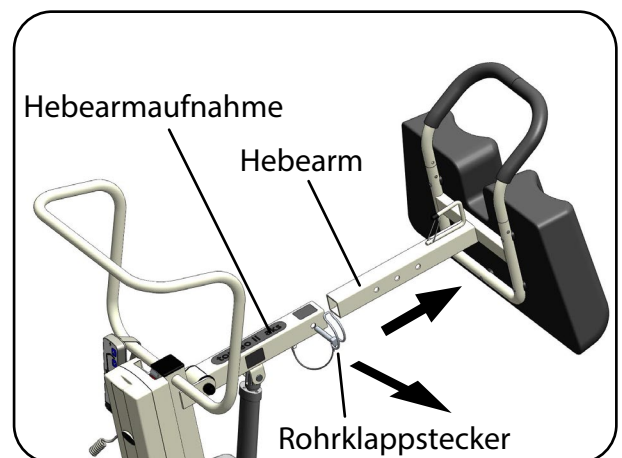

Abb.13.2.02 – Hebearm Demontage
4. Öffnen Sie den Rohrklappstecker der den Hebearm in der Hebearmaufnahme sichert und entfernen Sie den Hebearm (Abb. 13.2.02). Positionieren Sie den Rohrklappstecker wieder in der Hebearmaufnahme und verschließen Sie ihn (Abb. 13.2.03).